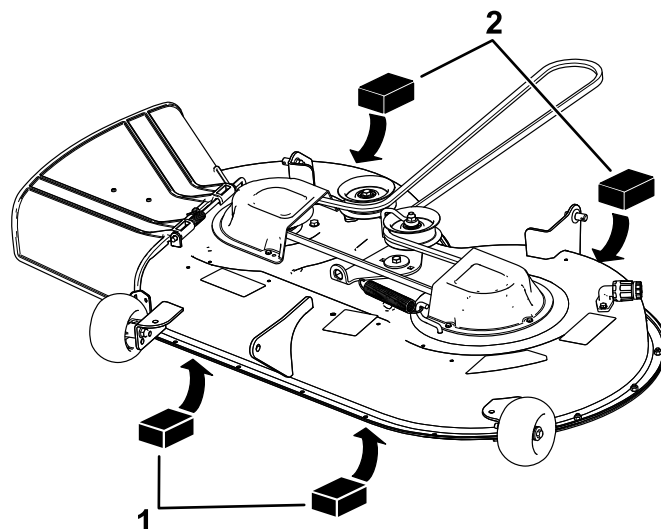

Figura 66
4. Coloque dos bloques de 6,6 cm de grosor debajo de cada lado del borde delantero de la carcasa, pero no debajo de los soportes de los rodillos protectores del césped (Figura 66).
5. Coloque dos bloques de 7,3 cm de grosor debajo del borde trasero del faldón de la carcasa de corte, uno en cada lado de la carcasa de corte (Figura 66).